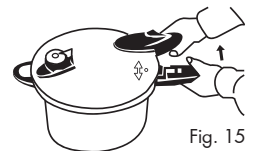

Fig. 15
b) Turn the upper handle anticlockwise (Fig. 15).